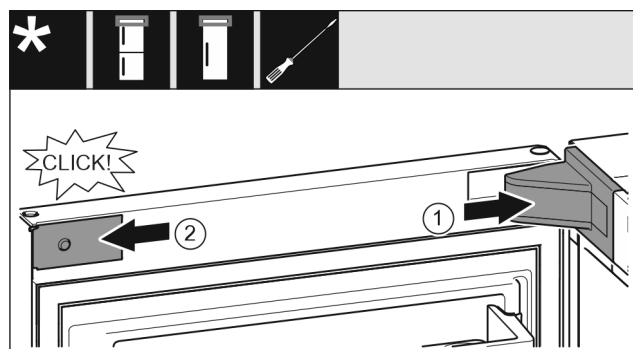

Fig. 27
- ▶ Założyć osłonę płytki zawiasu Fig. 27 (1) i zazębić, ew. ostrożnie odsunąć.
- ▶ Założyć zaślepkę Fig. 27 (2) z boku i zazębić.